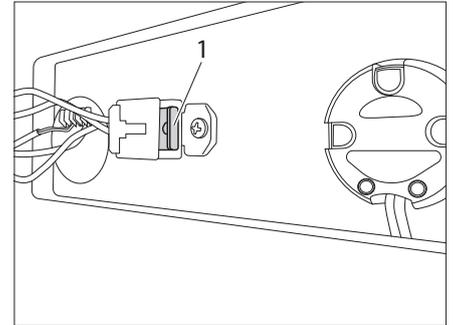

Bild 81 Sicherung tauschen
- Sicherung (Bild 81,1) tauschen.